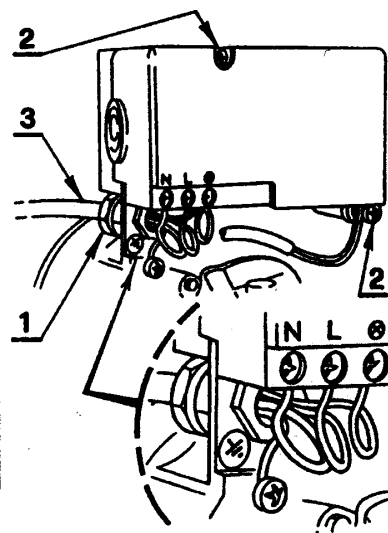

Рис. 9
- Вставьте кабельный сальник PG 13,5 (1, рисунок 9) (входит в комплект поставки горелки) в специальное отверстие и затяните его контргайкой.
- Отсоедините провод электропитания (3, рисунок 9).
- Отвинтите винты (2, рисунок 9) и отсоедините двигатель, фотосопротивление и катушку.